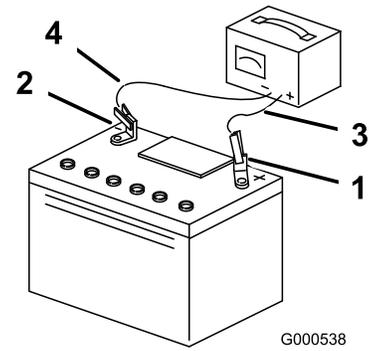

Figura 45
- Quando a bateria estiver totalmente carregada, desligue o carregador da tomada elétrica e em seguida desligue os cabos do carregador dos bornes da bateria (Figura 45).